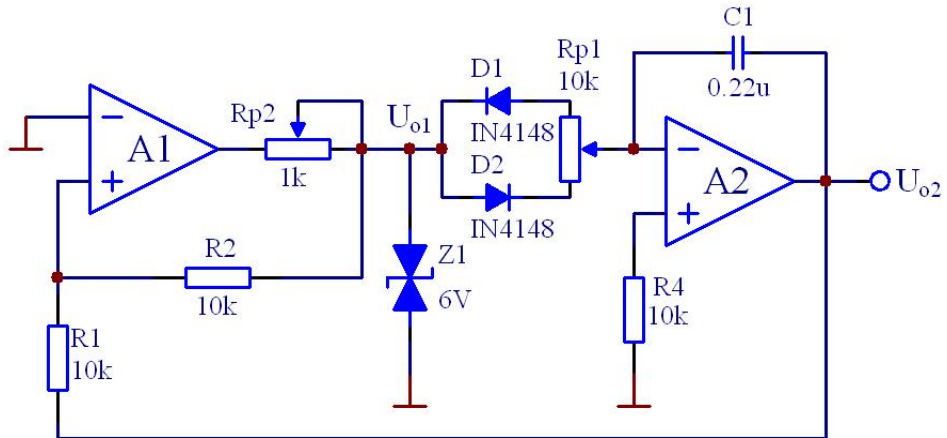

图 8.4 锯齿波发生电路
5. 图 8.4 电路中如何连续改变振荡频率？画出电路图。（利用实验箱上的元器件）
实验电路如图 8.4 所示。 $R_{P2}$  调到最大，如  $U_o$  有所失真，可适当减小  $R_{P2}$ 。